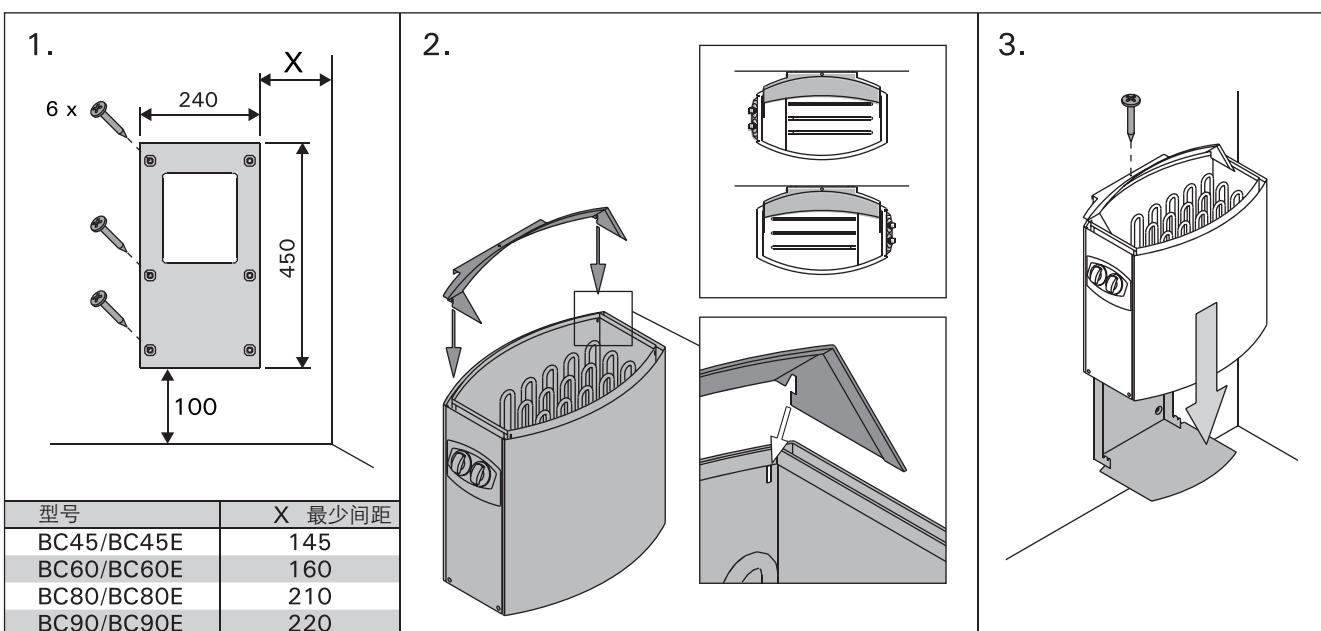

图 7. 安装桑拿炉在墙壁上
见图 7.
- 使用与说明书一起供给的螺丝安装墙身安装架, 遵守图6. 图7. 安全安装间距。